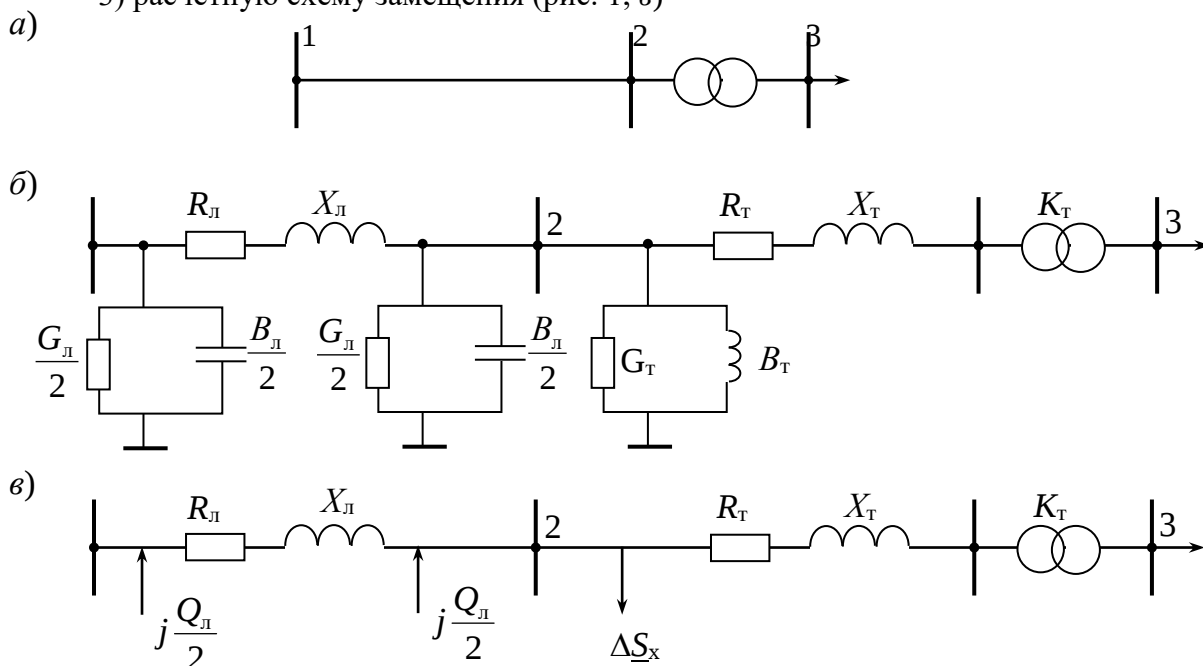

Рис. 1. Схемы сети: а – принципиальная; б – замещения; в – расчетная
На рис. 1, а изображена принципиальная схема сети, состоящая из линии и понижающего двухобмоточного, трехобмоточного трансформатора или автотрансформатора.
- 2) однолинейную схему замещения с учетом эквивалентирования линий и трансформаторов (рис. 1, б);
- 3) расчетную схему замещения (рис. 1, в)
Найденные полные параметры нанести на схему замещения линии электропередачи и расчетную схему замещения (рис. 1, б, в) с учетом имеющихся параллельных цепей.
Для заданного в табл. 1 типа трансформатора выписать паспортные данные, определить параметры схемы замещения и расчетной схемы замещения (см. рис. 1, б, в):
Найденные параметры в табличной форме сопоставить с каталожными данными и согласовать с преподавателем. Найденные параметры нанести на схемы рис. 1, б, в (с учетом имеющихся параллельных трансформаторов).